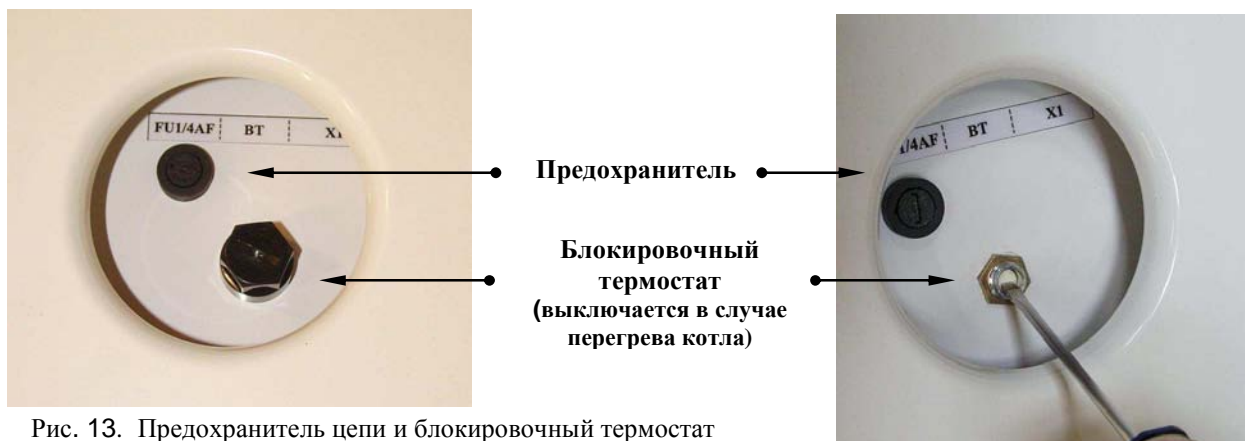

Рис. 13. Предохранитель цепи и блокировочный термостат
- Спустите воздух из водяного насоса (см. Рис.13.), в противном случае существует вероятность увеличения рабочей температуры и шума насоса. Проверьте свободное вращение ротора насоса отверткой.